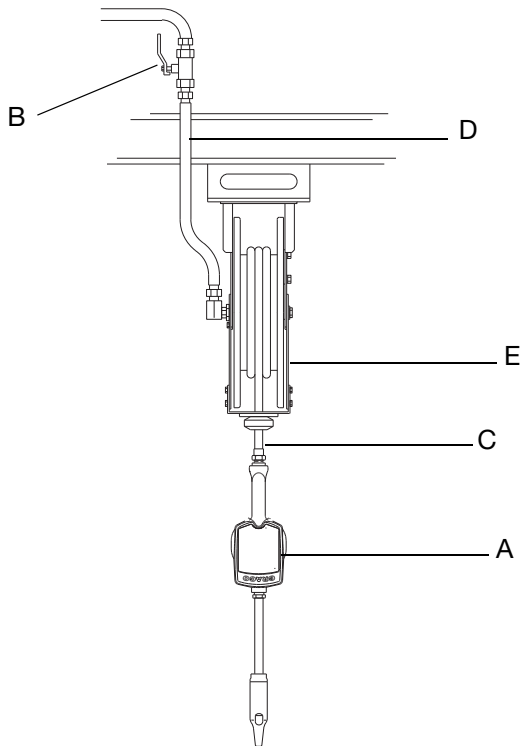

FIG. 1
Installationen som visas i FIG. 1 är enbart en guide för val och installation av systemkomponenter. Kontakta din Graco-återförsäljare för att få hjälp med att planera ett system.
3. Stäng avstängningsventilen (B) (FIG. 1, sidan 6).